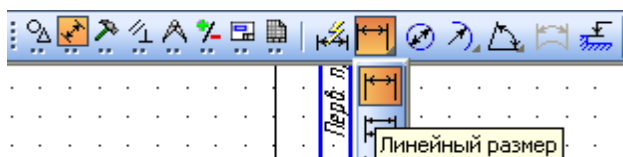

Рисунок 4.20 – Выбор Линейного размера
20. На панели инструментов выберите пиктограмму *Линейный размер* (рисунок 4.20).